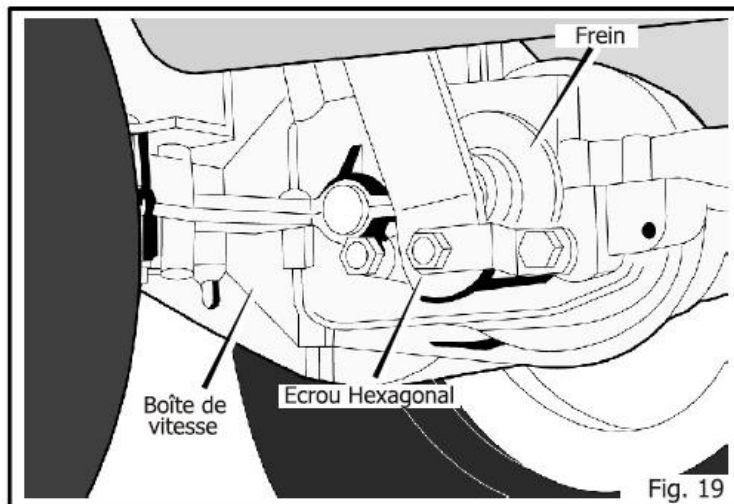

Fig. 19
1. Les plaquettes de frein se trouvent sur le côté gauche de la boîte de vitesse (Figure 19).